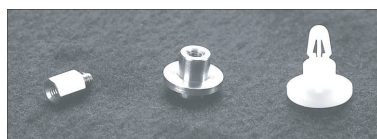
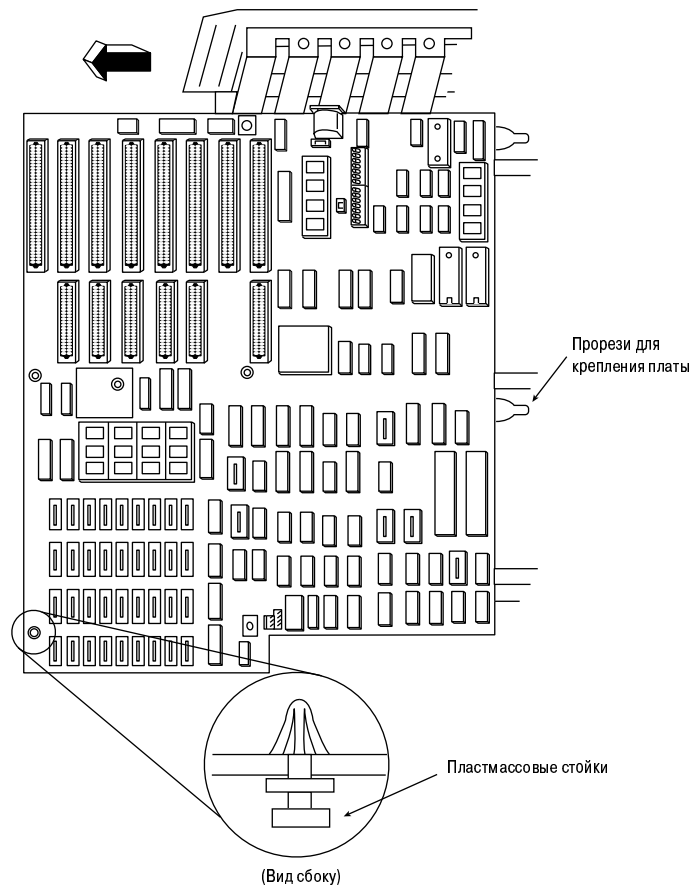

Рис. 22.10. Типы стоек
Рис. 22.11. Установка пластмассовых стоек в новую системную плату
2. Пластиковые стойки вставляются снизу в саму плату. Нажмите — и они со щелчком станут на место. На рис. 22.10 показаны различные типы стоек, а на рис. 22.11 — места установки пластмассовых стоек.